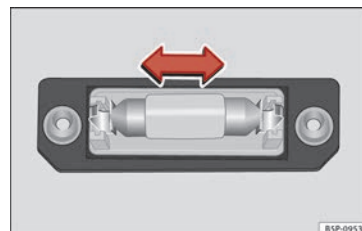

Fig. 199 Luz de matrícula.
- Retire la lámpara moviéndola en el sentido de la flecha y hacia afuera » fig. 199.